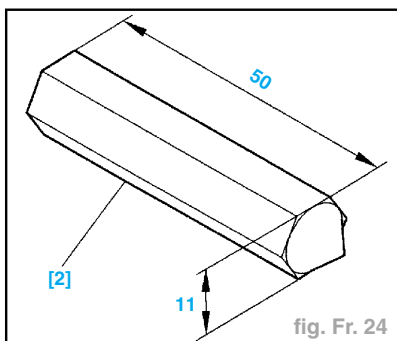

fig. Fr. 24
- Poser la pige [2] (réf. 9515T) (fig. Fr. 24).